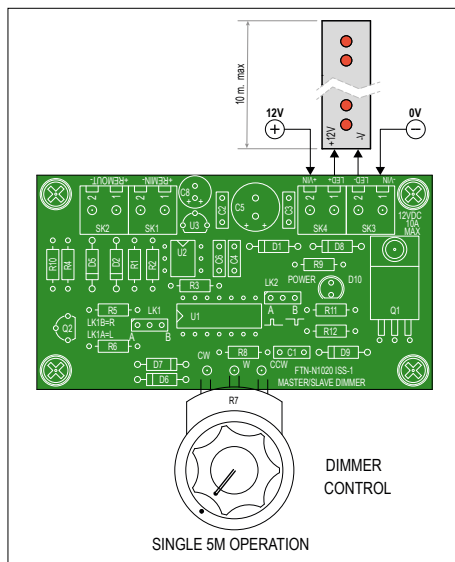

Figure 2. Connexion pour commande locale.
- La commande par potentiomètre (R7) permet de faire varier la luminosité des LED de 1 % à 99 %. Ce mode « local » (**fig. 2**) correspond aux cavaliers LK1 et LK2 en position A. Le signal passe alors par le MOSFET Q1 et la bande de LED (10 m max. ou 2 x 5 m, 12 V CC, monocouleur).